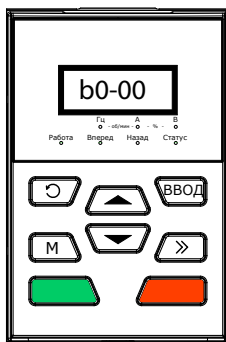
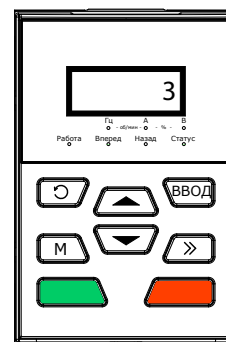

Рисунок 2.53 — Первый уровень отображения параметров, параметр b0-00
Рисунок 2.54 — Второй уровень отображения параметров (значение параметра b0-00 равно «3»)
2.3.3.2 Структура отображения параметров. В ПЧ реализована двухуровневая структура отображения параметров и их значений. Первый уровень позволяет отобразить номер параметра (см. рисунок 2.53), второй – его значение (см. рисунок 2.54).